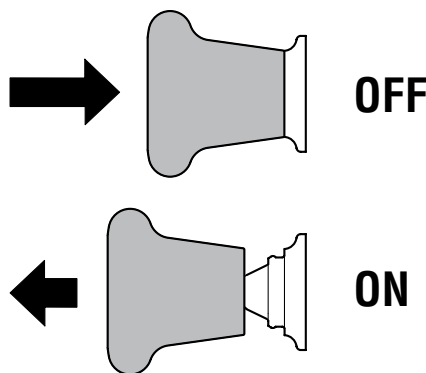

Figura 3-4
2. Puxe o botão PTO para fora, para a posição engatada (ON). Consulte Figura 3-4.